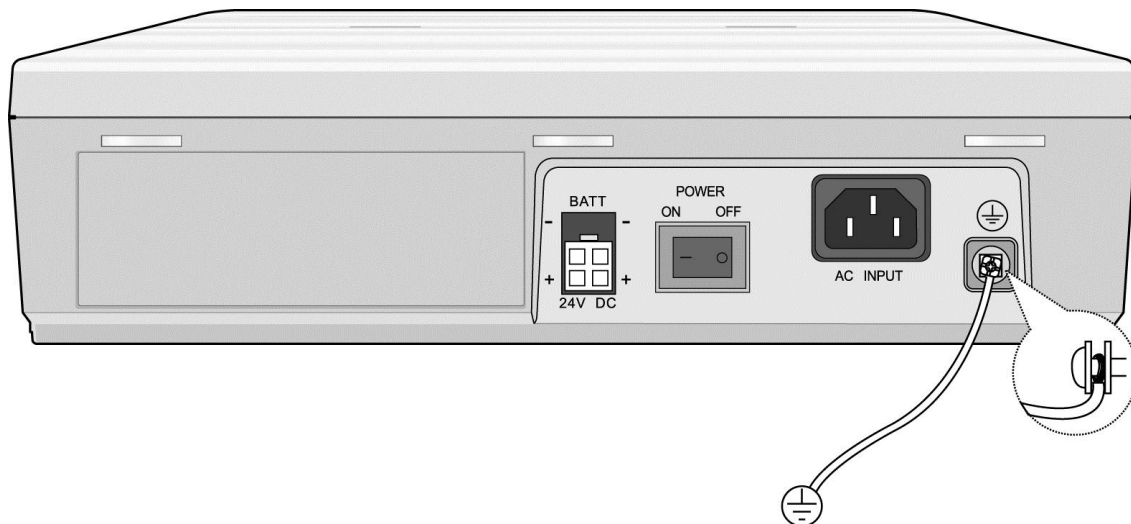

Рис. 3.2.5 Заземление корпуса
2. Вставьте заземляющий провод как показано на рис. 3.2.5.